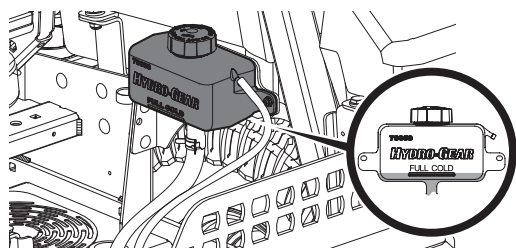

Fig. 38
- Gire el tapón del depósito en sentido contrario al de las agujas del reloj para retirarlo, luego controle el nivel de aceite del depósito. El aceite debe ser visible en la base de la cubeta, pero el nivel del mismo NO debe estar por encima de la línea de "LLENO FRÍO" (Fig. 38). NO LLENE EL DEPÓSITO.